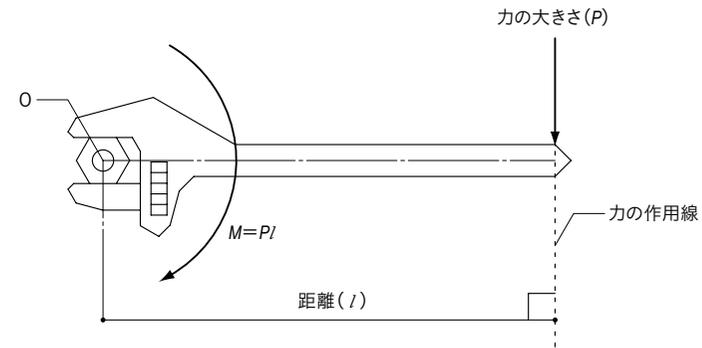

図5 力のモーメント
(2) 力のモーメントは、力の大きさと作用線までの距離に比例する。[図5]